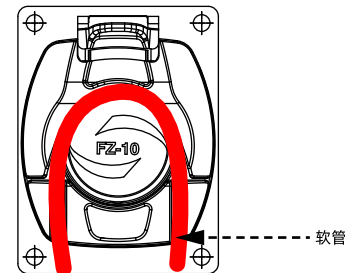

图4 软管安装示意图
- 将压块板杆向上扳起，泵头压块随之向上移动，将准备好的管路放到滚轮体和泵头压块之间，如下图4所示